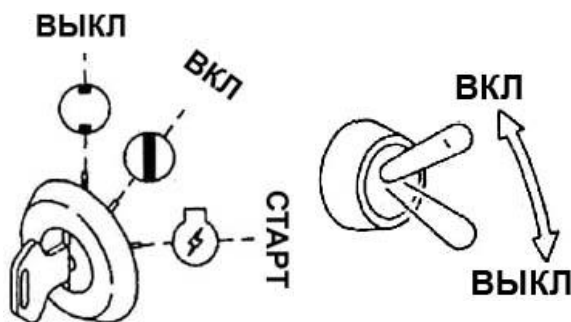

Рис. 2-24
2.2.3.1 Пусковой выключатель (Рис. 2-24)